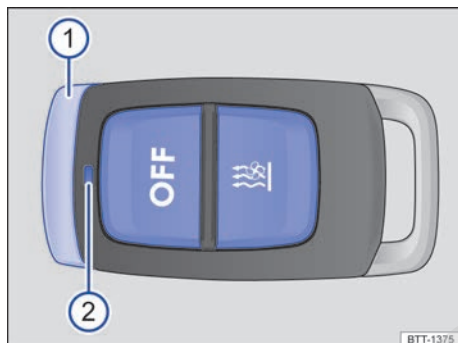

Fig. 138 Calefacción independiente: mando a distancia por radiofrecuencia.
- **Conectar:** pulse la tecla  → fig. 138. La calefacción independiente está conectada cuando el testigo de control se enciende aprox. 2 segundos en verde.